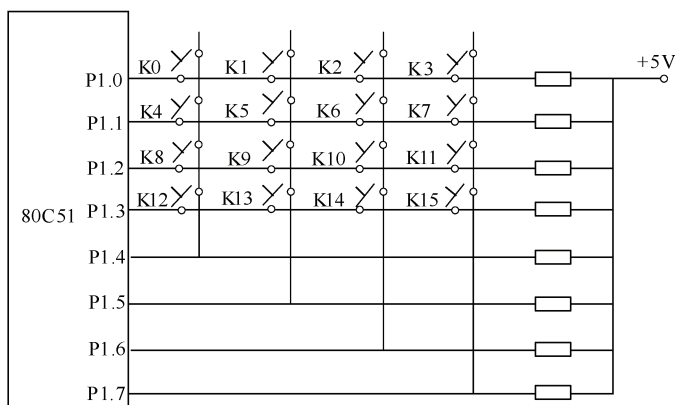

图 9.33 矩阵式键盘的结构
矩阵式键盘用于按键数目较多的场合, 由行线和列线组成, 按键位于行、列的交叉点上。如图 9.33 所示, 一个 4×4 的行、列结构可以构成一个 16 个按键键盘。在按键数目较多的场合, 能节省较多的 I/O 口线。
**【例 9.17】**按图 9.33 所示的矩阵式键盘结构图，试编制程序，该键盘按程序扫描控制方式。